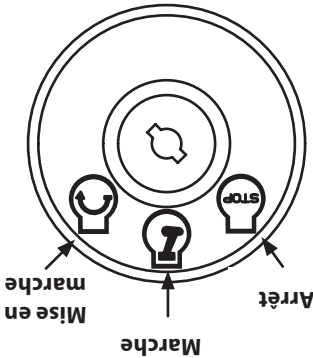

Figure 5-1
4. Déplacez le levier de changement de vitesses à la position neutre (N).
6. Tournez la clé dans le sens des aiguilles d'une montre, jusqu'à la position « START » (Démarrage). Quand le moteur tourne, lâchez la clé. Elle reviendra à la position « RUN ». Voir Figure 5-1.